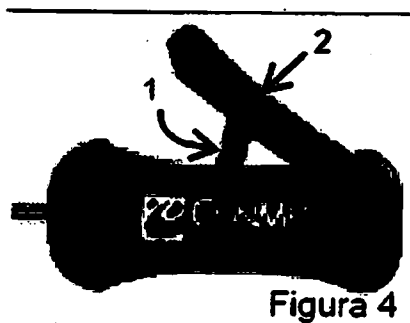

Figura 4
9. Pulse el interruptor rojo (n.º 1) en el disparador negro (n.º 2) para que se pueda desplegar el anclaje (Figura 4).